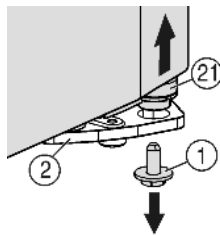
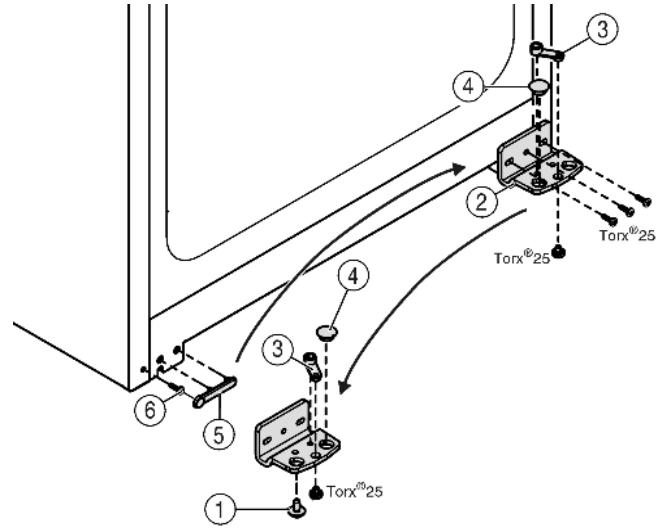

Fig. 5
Fig. 6
- ▶ Jobbra lent a csapágybakon lévő biztosítócsavart (Fig. 5 (1)) tekerje ki.
- ▷ A tartócsap (Fig. 5 (21)) kioldódik a csapágybakból (Fig. 6 (2)).
- ▶ Ha a tartócsap Fig. 5 (21) nem oldódik ki, a csapszeget alulról nyomja ki.
- ▶ Csavarozza le a csapágybakot Fig. 6 (2).
- ▶ Csavarozza le a csapágyrészt Fig. 6 (3), helyezze át a csapágybak túldoldali felvevő furatába és csavarozza vissza.
- ▶ Vegye ki a csapágybakban lévő dugót Fig. 6 (4), és helyezze át a csapágybak szemközti oldalán lévő felvevőfuratba.
- ▶ Óvatosan emelje le a fogantyú felőli fedelet Fig. 6 (5).
- ▶ Tekerje ki a csavart Fig. 6 (6) és az ellenkező oldalon helyezze be.
- ▶ Helyezze vissza a fedelet Fig. 6 (5).
- ▶ Csavarozza vissza a csapágybakot Fig. 6 (2) a csuklópánt új oldalára **4 Nm-es nyomatékkal**, szükség esetén egy akkus csavarhúzóval.
- ▶ A biztosítócsavart Fig. 5 (1) lent csavarja be a tartócsapba és húzza meg (4 Nm-es nyomatékkal).